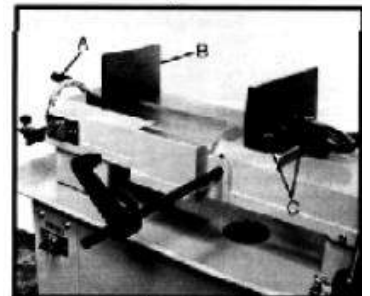

Рис. 7
1. Снимите болтовые соединения (Рис. 7)
2. Установите тиски и повторно установите болтовые соединения, как показано на Рис. 7.